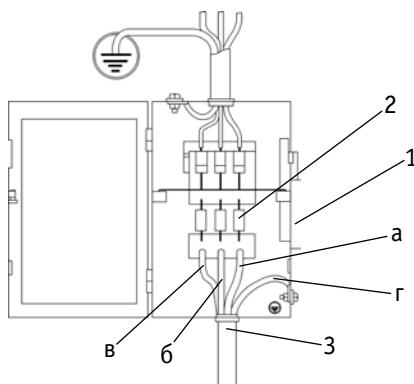

Рис. 8.2. Схема подключения к сети.
1. Подсоедините сетевой кабель к электросети с требуемыми параметрами. Проверьте надежность соединения кабеля и сетевой розетки (См. рис. 8.2).
- 1.** Подключите аппарат к электрической сети (См. рис. 8.2).